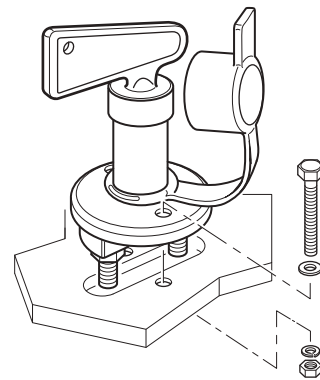

Afb. 43
- Välj ett lämpligt monteringsalternativ för batterifrånskiljaren (se monteringsexempel (Afb. 43) ()).Afb. 44).